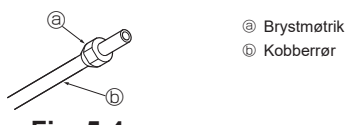

Fig. 5-4
5.3.3. Montering af møtrik (Fig. 5-4)